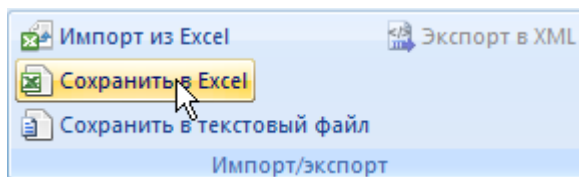

Рис. 12-29 – Сохранение данных рабочего окна «Виды ТО» в формате Excel
4) Нажать кнопку «Сохранить в Excel» панели «Импорт/Экспорт» (рис. 12-29).